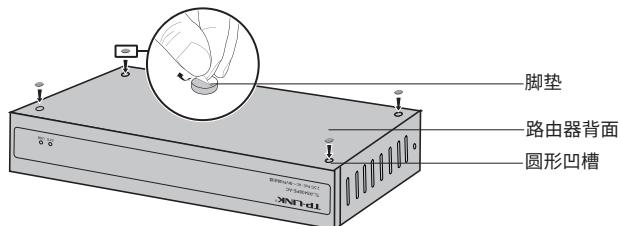

图2-1 桌面安装示意图
- 逐个揭去4个脚垫的胶面保护纸，分别黏贴在位于机壳底部四角的圆形凹槽中，如图2-1所示；